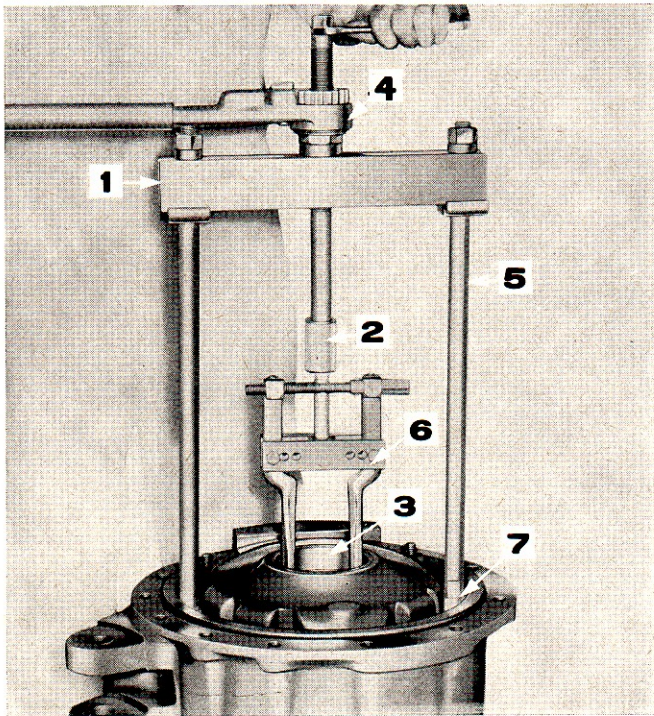

Figure 61: Extraction de la cuvette de roulement du carter intérieur de frein
5. Pour remplacer la cuvette de roulement du carter intérieur de frein, utiliser l'outil No P61, 930-B1, FT-943, 943-10, 938, 930-7 pour extraire la cuvette (Figure 61). On notera qu'une cale d'épaisseur se trouve sous cette cuvette.